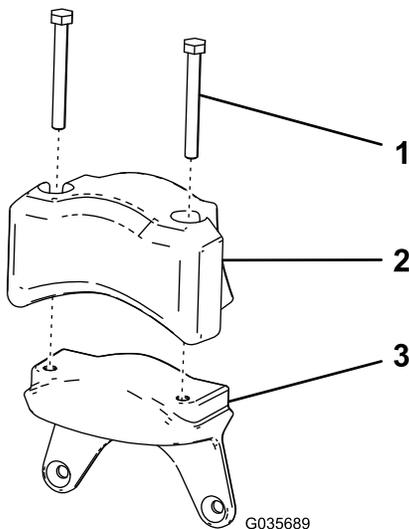

图9
1. 将在 2 准备滚刀组 (页码 2) 的步骤 5 中卸下的电气配重块和 2 个平头螺丝 5/16 x 2 $\frac{3}{4}$ 英寸安装到新配重块上 图9。